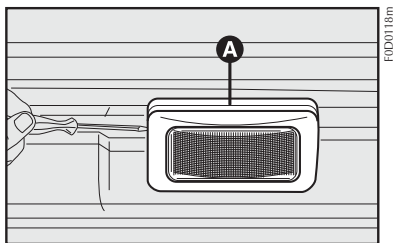

fig. 25
1) Remover com uma chave de fenda o conjunto **A-fig. 25**, montada a pressão, como indicado na figura;